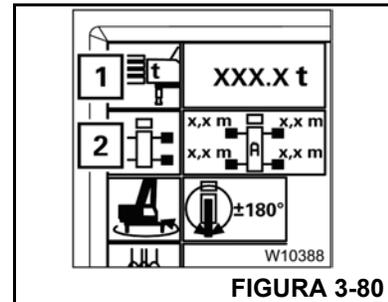

FIGURA 3-80
- Desactivar el modo de entrada: Presione el botón F1 (1, Figura 3-80) una vez; el símbolo se torna de color gris.
- Cambio del modo de entrada: Presione el botón una vez para el siguiente componente, por ejemplo, el botón F2 (2), el símbolo se torna de color verde.